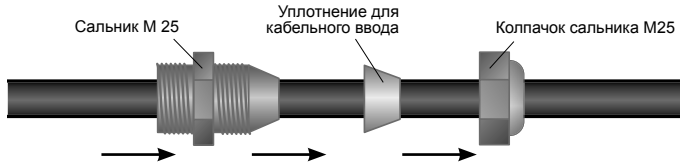

Рисунок 1
5.1.1. Надеть на нагревательную ленту последовательно колпачок сальника M25, уплотнение для кабельного ввода GSMT(Z)25 и сальник M25 (см. рис. 1).